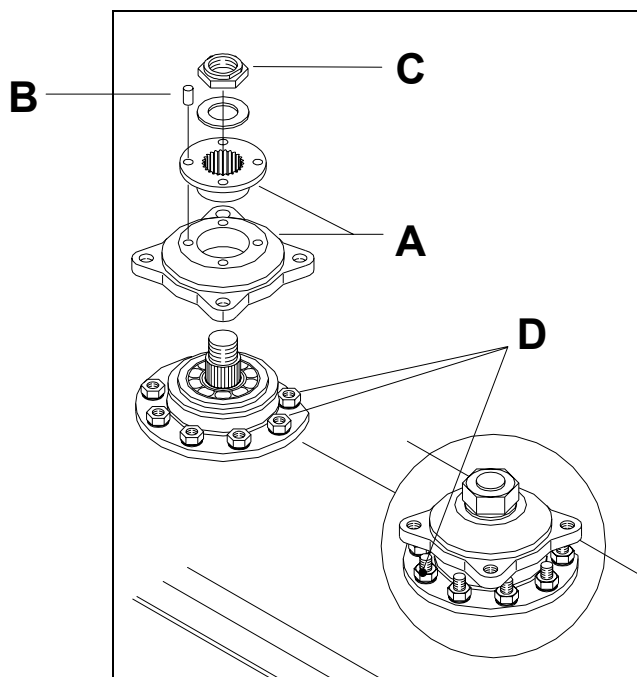

fig.27
Il dispositivo evita danneggiamenti agli organi interni della barra in caso di urti accidentali contro ostacoli, tranciando i 4 perni di sicurezza **B** (fig.27). In caso di urto, per ripristinare la funzionalità della macchina procedere come segue:
- smontare il disco portacoltelli e allentare il dado **C**, codice 58032873 (fig.27);
This device prevents damage to the internal parts of the bar in the case of accidental banging against some obstacle which would break the 4 safety pins **B** (fig.27). In the case of banging or collision, to reset machine function, proceed as follows:
- disassemble the blade support disk and loosen nut **C**, code n. 58032873 (fig.27);
Le dispositif évite des dommages aux organes internes de la barre en cas de chocs accidentels contre les obstacles, en découpant les 4 pivots de sécurité **B** (fig.27). Après le choc, pour rétablir la fonctionnalité de la machine il faut de cette façon:
- démonter le disque porte-couteaux et desserrer l'écrou **C**, code 58032873 (fig.27);
El dispositivo evita daños en los órganos internos de la barra en caso de choques accidentales contra obstáculos, cortando los 4 pernos de seguridad **B** (fig.27). En caso de choque para reanudar el funcionamiento de la máquina hay que realizar lo siguiente:
- desmontar el disco porta-cuchillos y aflojar la tuerca **C**, código 58032873 (fig.27);
Diese Einrichtung schließt Beschädigungen an den Innenteilen des Balkens bei ungewollten Stößen gegen Hindernisse aus, indem die vier Sicherheitsbolzen **B** (Abb.27) abgekappt werden. Bei einem Stoß ist zur Wiederherstellung der Maschinenfunktion wie folgt vorzugehen:
- die Messerscheibe ausbauen und die Mutter **C** Bestellnummer 58032873 (Abb.27) lockern;
Bloccare il dado **C** (M24) con coppia di serraggio di 30 kgm (fig.27).
ATTENZIONE: serrare i dadi **D** (fig.27) alla coppia di 2,7 kgm.
Block nut **C** (M24) with a 30 kgm torque (fig.27).
ATTENTION: Tighten the nuts **D** (fig.27) to a torque setting of 2.7 kgm.
Bloquer l'écrou **C** (M24) avec un couple de serrage de 30 kgm (fig.27).
ATTENTION: serrer les écrous **D** (fig.27) au couple de 2.7 kgm.
Sujetar la tuerca **C** (M24) con par de torsión de 30 Kgm (fig. 27).
ATENCIÓN: apretar las tuercas **D** (fig.27) al par de 2.7 kgm.
ACHTUNG: Die Muttern **D** (Abb.27) bei einem Drehmoment von 2.7 kgm anziehen.